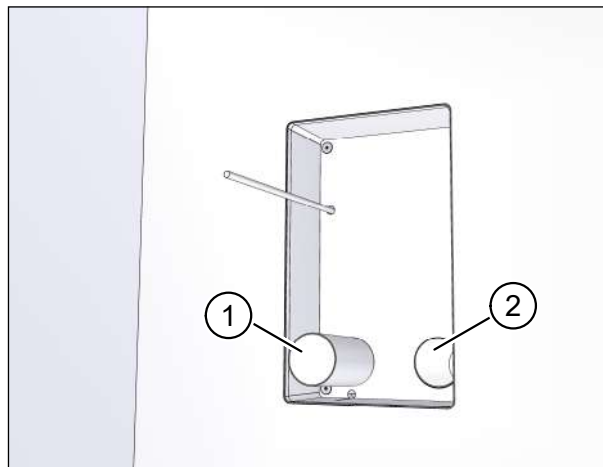

Abb. 40: Lüftungsrohre ablängen
- ▶ Schieben Sie beide Lüftungsrohre (Pos. 1 in Abb. 40) soweit in die Öffnungen des Montagesets ein, dass sie bündig mit der Innenseite des Montagesets abschließen (Pos. 2 in Abb. 40).